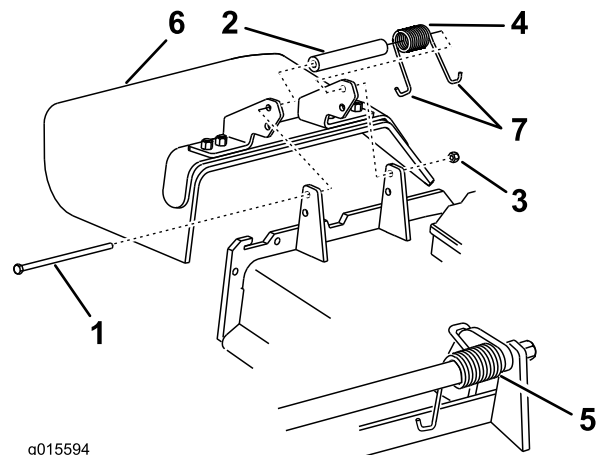

Figure 103
1. Retirez le contre-écrou, le boulon, le ressort et l'entretoise qui fixent le déflecteur aux supports de pivot (Figure 103).
2. Enlevez le déflecteur s'il est endommagé ou usé (Figure 103).
Remarque: Prenez soin de placer une extrémité en **J** du ressort derrière le bord du tablier avant de mettre le boulon en place, comme montré à la Figure 103.
6. Accrochez l'extrémité en **J** du ressort au déflecteur d'herbe (Figure 103).